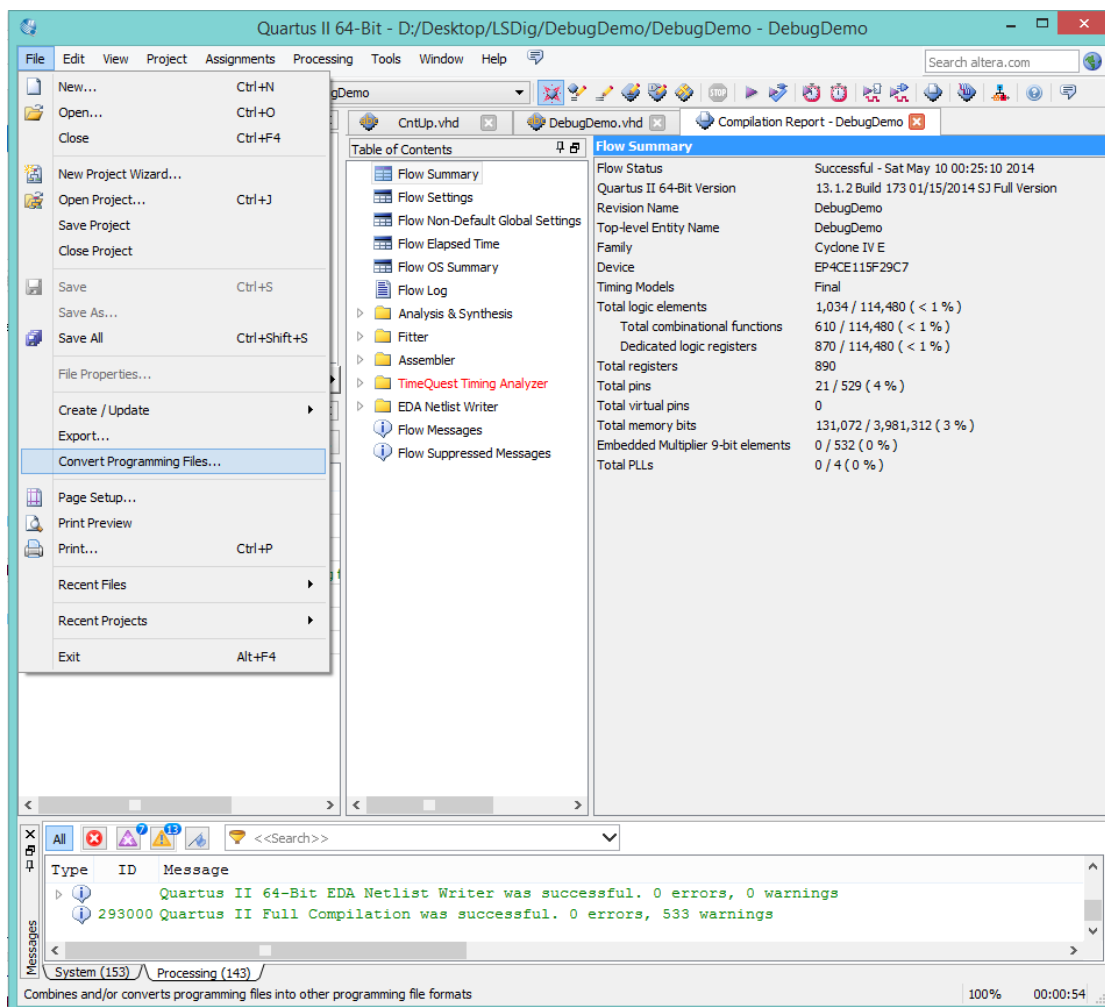

Figura 17 – Execução do comando *Convert Programming Files...*
1. O primeiro passo a efetuar é a conversão do ficheiro SOF num ficheiro POF para programação da FLASH, através do comando *File->Convert Programming Files...* no “Altera Quartus II” (figura 17).